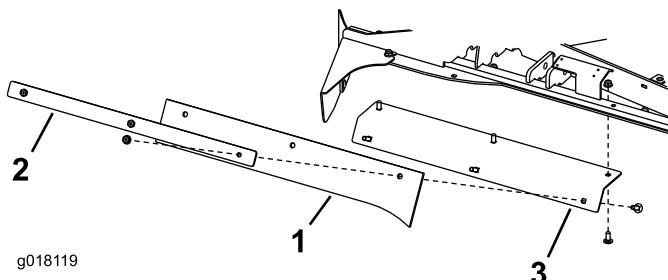

図 13
10. 外側フラップ、外側ストラップ、および外側アングルは、組み付け済みである（図 13）。
11. アセンブリを、刈り込みデッキの後部に取り付ける； $5/16 \times 3/4$ インチのキャリッジボルト 3 本とフランジナットを使用する（図 13）。